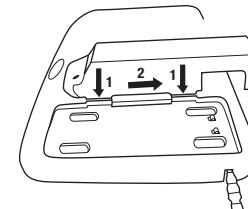

Fig. 1b
- Insira o TR-340 em um dos pontos de carga no TR-944N e deslize para trás para travar no seu lugar (Fig. 1b).
- Insira o pacote da bateria no berço TR-340, conforme descrito acima. (**OBS.:** o cabo de alimentação TR-941N não é usado com o TR-340, quando o Carregador de 4 Estações é usado). Certifique-se de que o cabo de alimentação, fornecido com o kit TR-944N, está conectado numa base de 4 estações. Qualquer combinação de até (4) TR-330 ou TR-332 de baterias pode ser carregada simultaneamente.